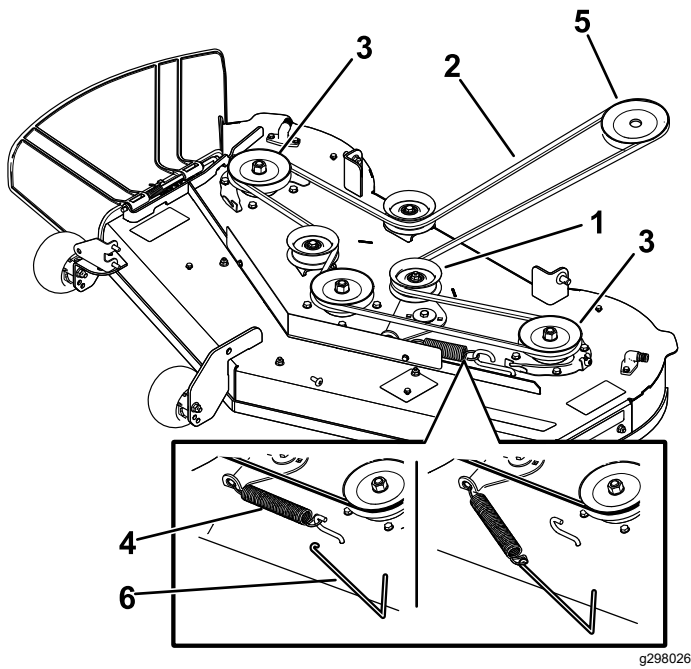

Figure 53
5. À l'aide d'un outil de dépose de ressort (réf. Toro 92-5771), décrochez le ressort du crochet sur le tablier pour détendre la poulie de tension et déchaussez la courroie des poulies (Figure 52 ou Figure 53).
6. Acheminez la courroie neuve autour de la poulie du moteur et des poulies du tablier de coupe (Figure 52 ou Figure 53).
7. À l'aide d'un outil de dépose de ressort (réf. Toro 92-5771), accrochez le ressort au crochet situé sur le tablier, afin d'exercer une tension sur la poulie de tension et la courroie du tablier de coupe (Figure 52 ou Figure 53).